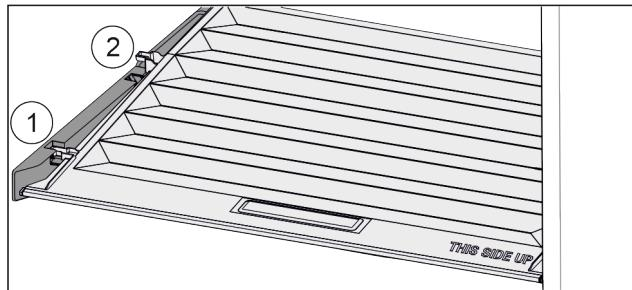

Fig. 101
- Потянуть крышку до отверстия в поддерживающих деталях вперед Fig. 101 (1).
- Поднять сзади снизу и извлечь Fig. 101 (2) движением вверх.